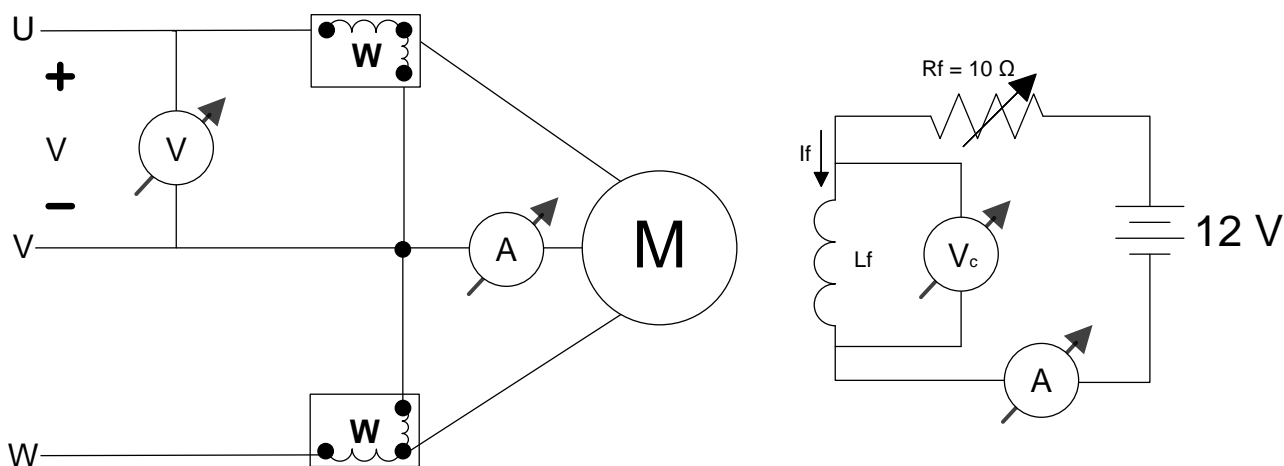

Figura 1 – Máquina síncrona operando como motor.
- Conectar o enrolamento de campo do motor síncrono em série com o reostato de campo ($10\ \Omega$) e com a fonte de 12 V (CC), conforme mostrado na Figura 1, com **o reostato ajustado para o valor máximo de sua resistência.**